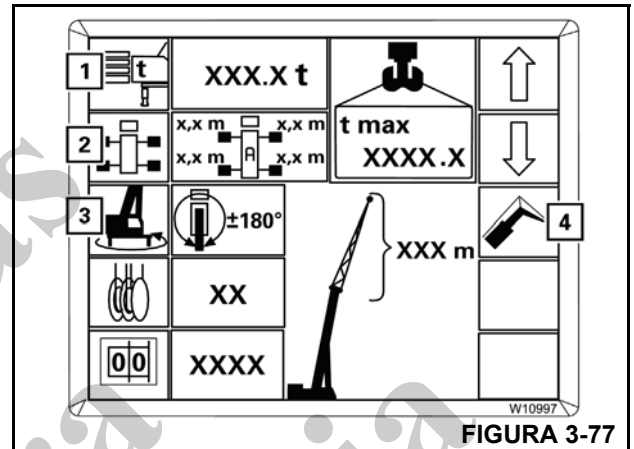

FIGURA 3-77
Ao reinserir completamente o modo de movimentação de carga, é possível evitar que componentes já inseridos sejam alterados, fazendo entradas na seguinte ordem (Figura 3-77):
Pressione um dos botões de (1) a (4) (Figura 3-77) para o componente desejado.